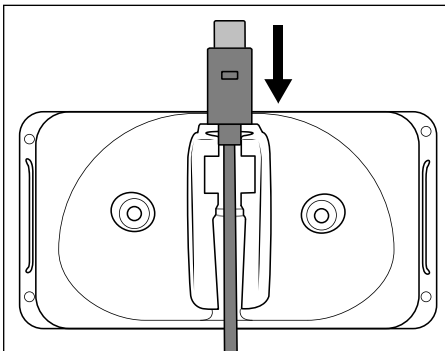
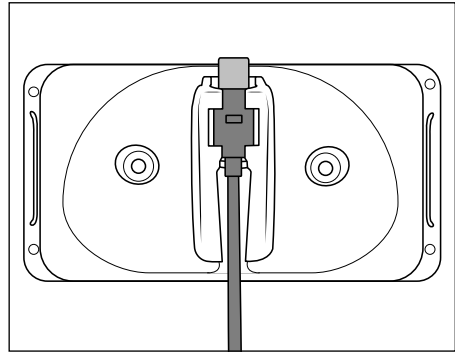

Fig. 1
Fig. 2
- 1) Așezați fișa USB-C **5** al cablului de încărcare USB **4** în suportul de perete **3** (a se vedea fig. 1). Împingeți fișa USB-C **5** în jos, până când se blochează în suportul de perete **3** (a se vedea fig. 2).